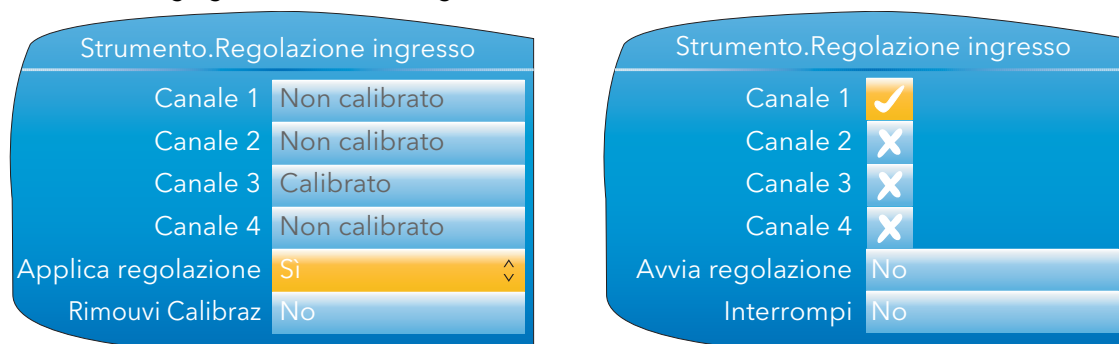

Figura 4.1.8b Procedura di regolazione del canale (1)
1. Come illustrato nella Figura 4.1.8b, evidenziare il campo "Applica regolazione", quindi con il tasto Scorri attivare la modalità di modifica. Selezionare "Sì" con le frecce su/giù. Con il pulsante Scorri modificare il segno della crocetta in corrispondenza di "Canale 1" nel segno di spunta. Selezionare in maniera analoga gli altri canali da regolare.